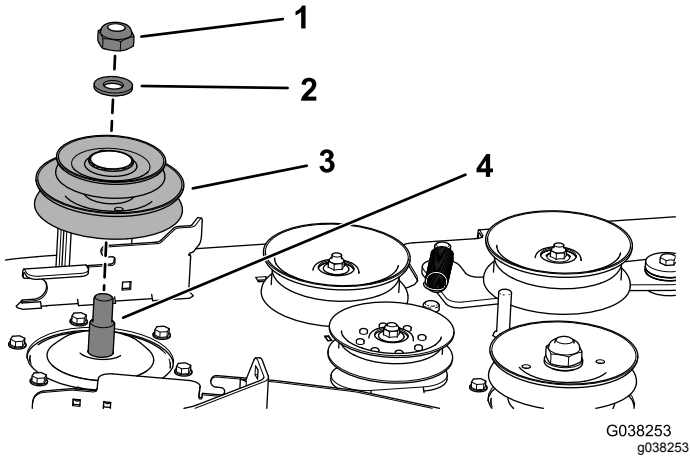

Figura 11
- Utilice la contratuerca (¾") y la arandela para sujetar la nueva polea doble en el eje de cuchilla derecho (Figura 11).